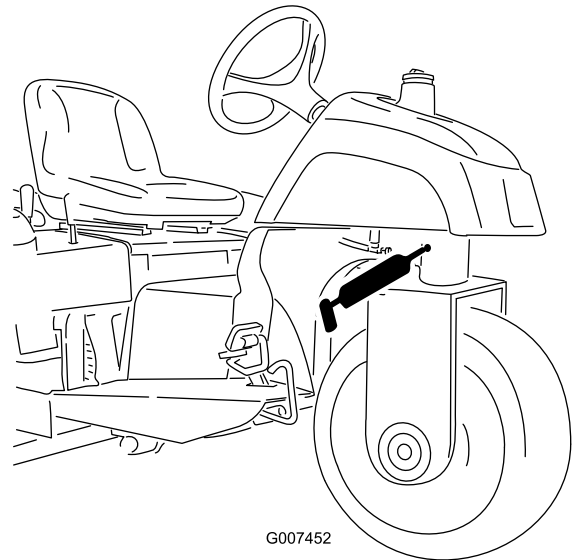

Figure 22
- 1 roulement de pivot de direction (Figure 22).